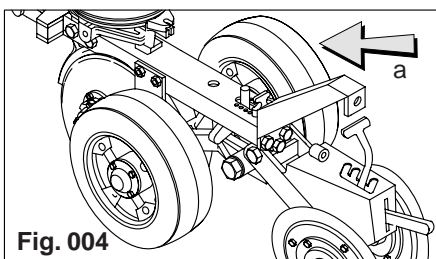

Fig. 004
- 6) Luego, regule las ruedas limitadoras de profundidad (Fig.004 "a") y
El sistema de control de profundidad de las semillas es realizado individualmente a través de las ruedas de control de profundidad (Fig.004 "a") autolimpiantes independientes, situadas al lado del surcador de disco doble de semilla, con el regulaje hecho por un comando colocado en la parte trasera de la unidad de siembra, que deberá ser posicionado a través de la palanca en los orificios de regulajes, para mayor o menor profundidad. El balancín sirve de tope para el brazo de control de profundidad. Coloque todos los conjuntos con el mismo regulaje.